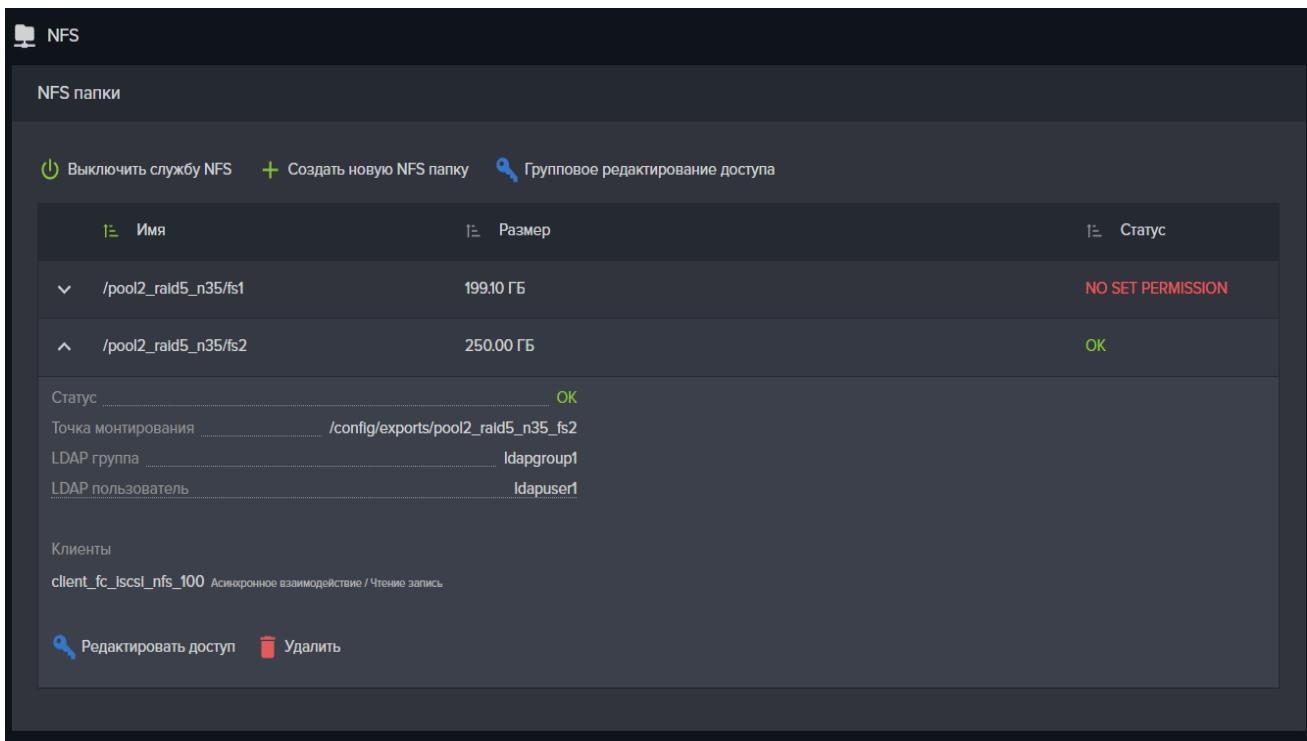

Рисунок 92. Меню службы протокола NFS.
1. Перейдите на вкладку меню «Протоколы» → «NFS» (см. Рисунок 92);